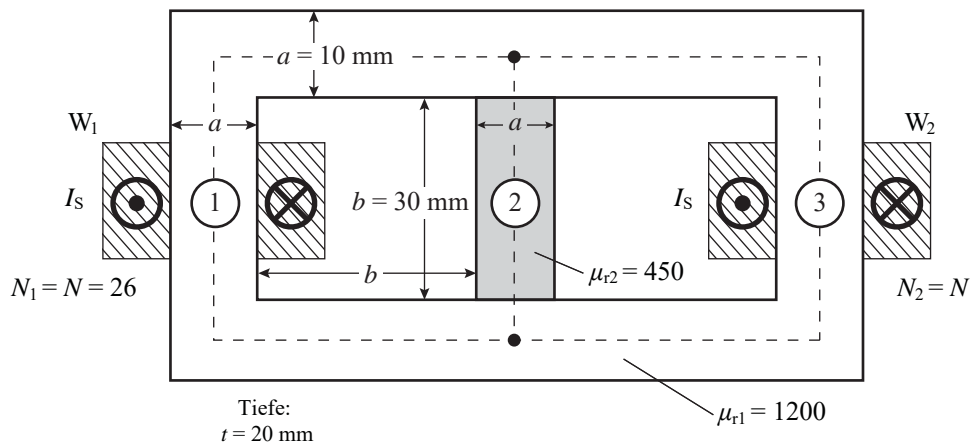

Fig. 4: Geometrie des zu berechnenden magnetischen Kreises.
Zwei in Serie geschaltete Wicklungen mit gleicher Windungszahl N sind um die Schenkel 1 und 3 des in **Fig. 4** dargestellten magnetischen Kerns angeordnet und werden vom Strom I_S gleichsinnig durchflossen. Der Kern besteht aus zwei unterschiedlichen Materialien, wobei der Mittelschenkel (Schenkel 2) aus einem Material mit geringerer relativer Permeabilität μ_{r2} besteht. Die magnetischen Materialien sind als linear, d. h. mit aussteuerungsunabhängig konstanter Permeabilität anzunehmen. Für die Vakuumpermeabilität gilt $\mu_0 = 4\pi \times 10^{-7} \text{ H/m} = 1.257 \times 10^{-6} \text{ H/m}$.
- Zeichnen Sie das magnetische Ersatzschaltbild (Reluktanzmodell) der Anordnung und berechnen Sie die darin vorkommenden magnetischen Widerstände unter Verwendung der gestrichelt gezeichneten mittleren Weglängen und Größenangaben aus **Fig. 4**.